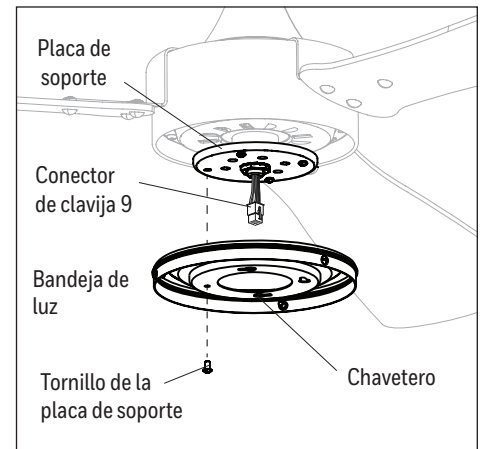

Figura 5.6
6. Retire uno de los cuatro tornillos de la placa de soporte preensamblados a la placa y afloje los otros tres sin retirarlos. Pase el conector de clavija 9 a través del orificio central en la bandeja de luz. Alinee los chaveteros de la bandeja de luz con los tornillos sueltos de la placa de soporte. Gire el bandeja de luz en dirección de las manecillas del reloj y vuelva a colocar el tornillo de la placa de soporte que se retiró anteriormente. Apriete todos los tornillos (Figura 5.6).